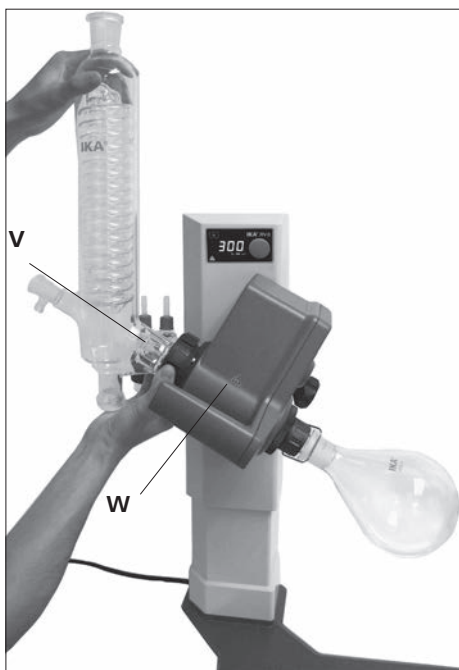

Fig.17
- 냉각콘덴서에 캡 너트를 넣고 냉각콘덴서의 플랜지 (V)에 스프링 링을 붙칩니다.
- 회전 드라이브(W)에 냉각콘덴서를 놓고 손으로 캡 너트를 조입니다.(Fig.17)